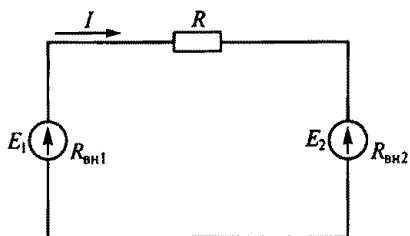

Рис. 11
1.23.Р. В каком режиме работают источники электроэнергии на рис. 11, если ЭДС $E_1 > E_2$?